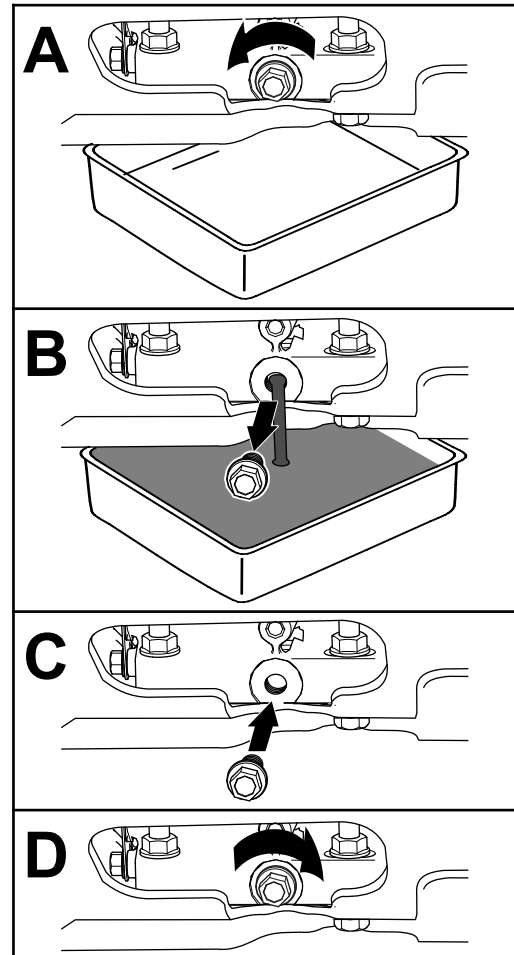

Figura 35
3. Cambie el aceite del motor, según se muestra en la Figura 35.